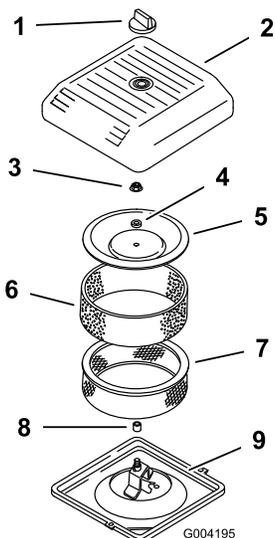

Figure 14
2. Dévissez le bouton et déposez le couvercle du filtre à air (Figure 14).
3. Glissez délicatement le préfiltre en mousse hors de l'élément en papier (Figure 14).
4. Dévissez l'écrou du couvercle et enlevez le couvercle, l'entretoise et l'élément en papier (Figure 14).
2. Posez l'ensemble filtre à air sur sa base (Figure 14).
3. Montez le couvercle, l'entretoise et fixez-le avec l'écrou (Figure 14). Serrez l'écrou à 11 Nm.
4. Remettez le couvercle du filtre à air et fixez-le à l'aide du bouton (Figure 14).